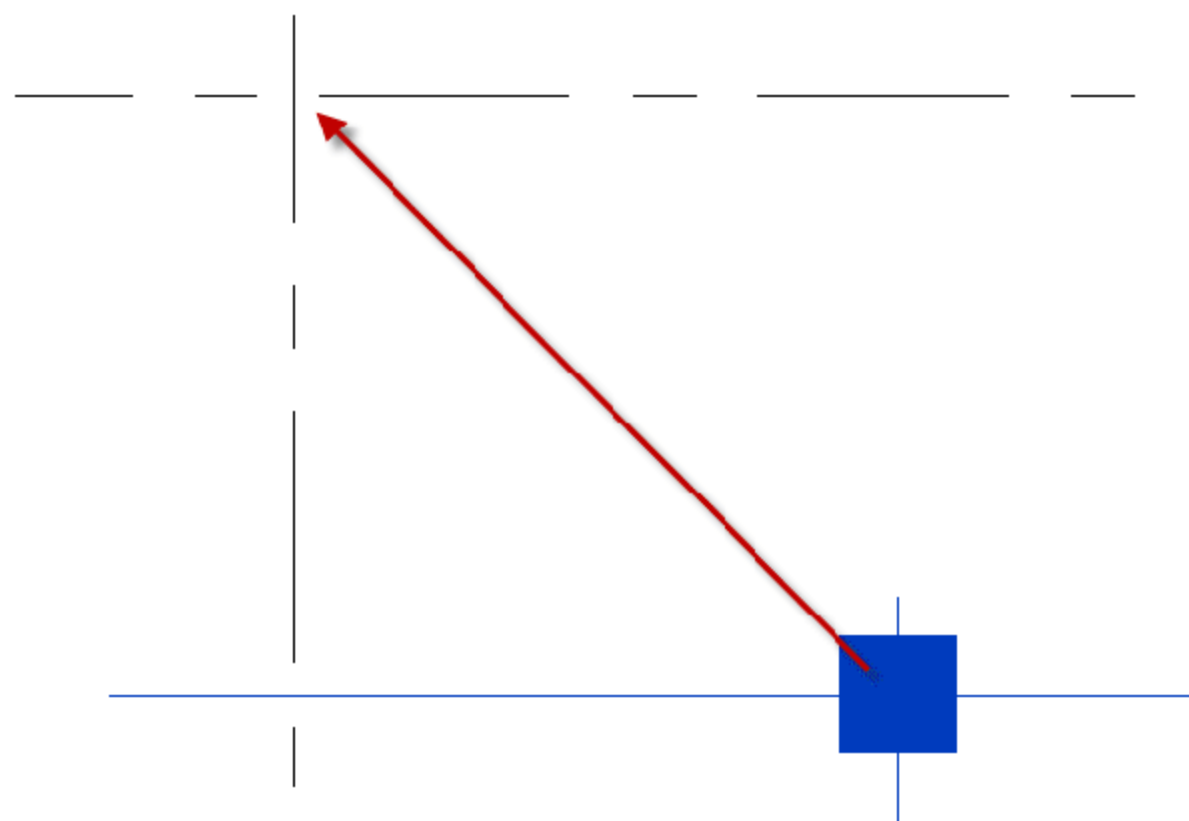
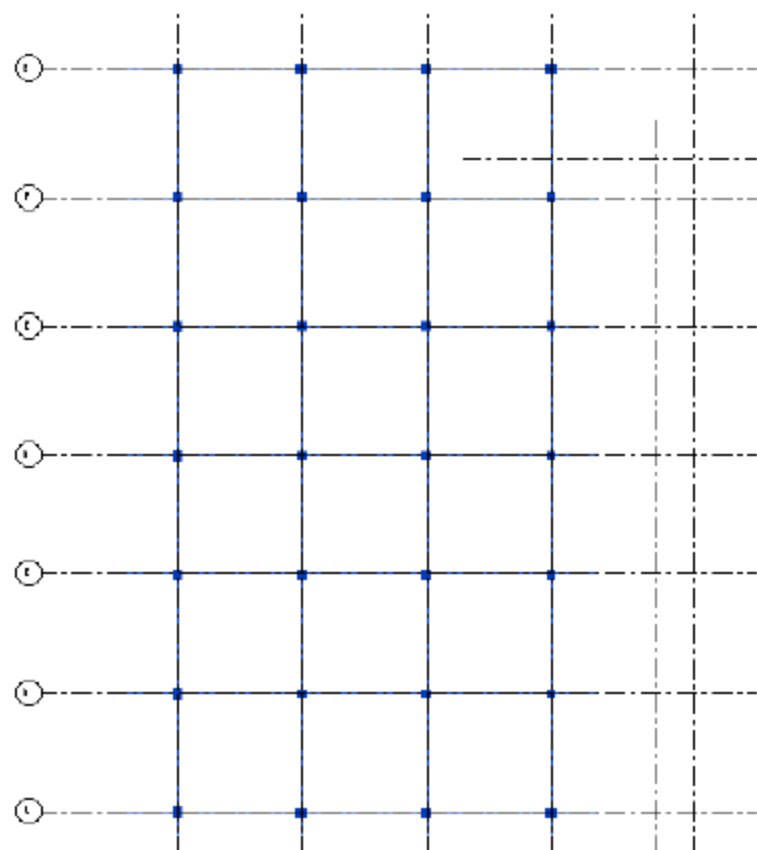

图 9.1.1 调整 CAD 文件位置
图 9.1.2 调整后的界面
(1) 导入配套资源中的 DWG 文件，选择“插入”→“导入 CAD”命令，导入地下室的柱定位的图。
(2) 按快捷键 M+V，调整 CAD 图位置与轴网对齐，如图 9.1.1 所示。使移动过程中的交点与交点对齐后，导入的 CAD 图就与原有的轴网对齐了，如图 9.1.2 所示。